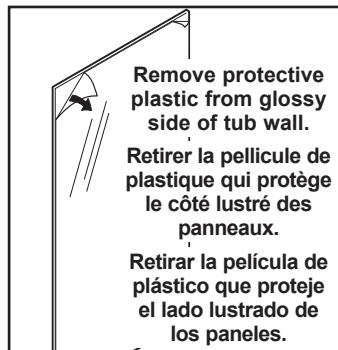

Fig. 7
6. Remove protective plastic from glossy side of corner panel B. **Fig. 7.**
9. Remove protective plastic from glossy side of panels A and C. **Fig. 7.**
6. Retirer la pellicule de plastique du côté lustré des panneaux de coin B. **Fig. 7.**
9. Retirer la pellicule de plastique du côté lustré des panneaux A et C. **Fig. 7.**
6. Retirar la película de plástico del lado lustrado de los paneles de esquina B. **Fig. 7.**
9. Retirar la película de plástico del lado lustrado de los paneles A y C. **Fig. 7.**